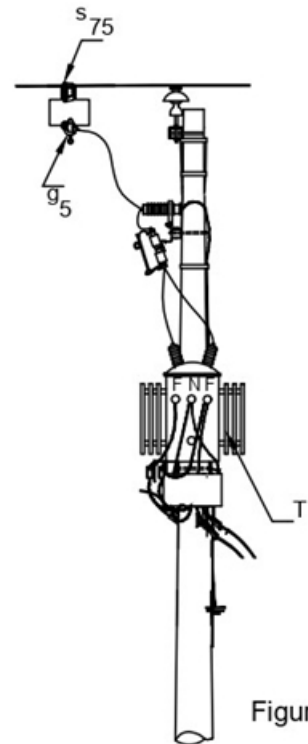

Figura 4
- En transformadores, conector cuña con estribo **ET-356** y grapa para operar en caliente **ET-352** . (Ver ejemplo figura 4)